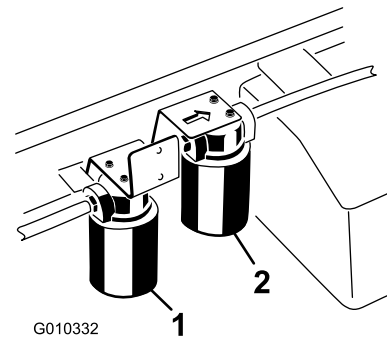

図 71
5. フィルタの下に廃油受けを置いてフィルタを外す 図 71。
4. ハイフローフィルタを取り付けている周辺をウェスできれいにぬぐう 図 71。